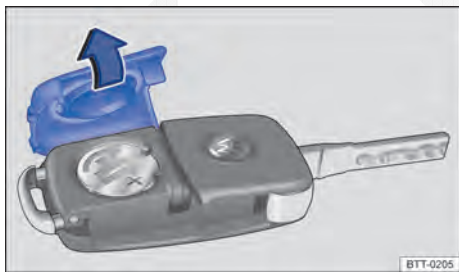

Fig. 24 Chave do veículo: abrir a cobertura do alojamento da bateria.
- Remover a cobertura no lado posterior da chave do veículo ⇒ Fig. 24 no sentido da seta ⇒ ①.
- Posicionar a cobertura conforme indicado ⇒ Fig. 24 e pressionar no sentido contrário ao da seta sobre a carcaça da chave do veículo até encaixar.